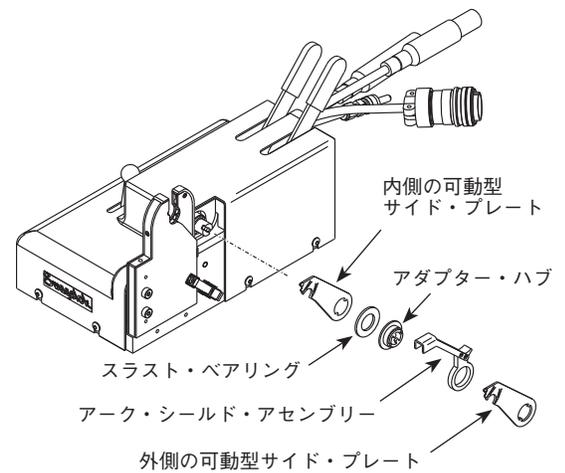

図 33：可動型サイド・プレート・アセンブリを取り外す
4. 外側の可動型サイド・プレート、アーキ・シールド・アセンブリ、アダプター・ハブ、スラスト・ベアリング、内側の可動型サイド・プレートを取り外します。図 33 をご参照ください。